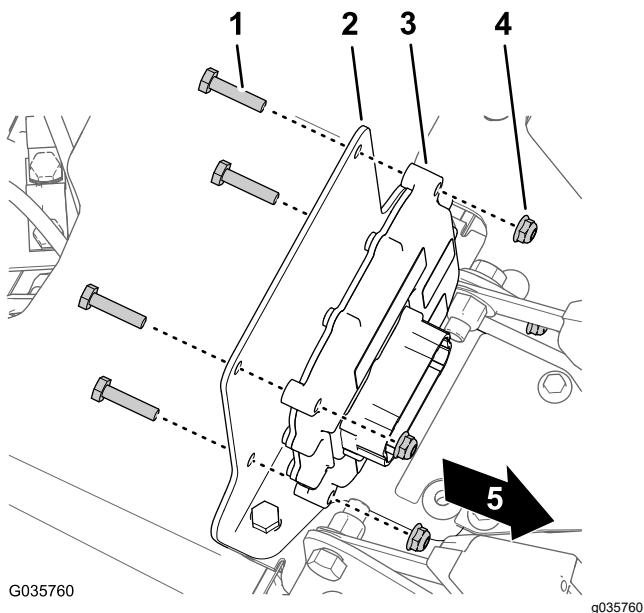

Bild 32
2. **Maschinen bis Baujahr 2015:** Ermitteln Sie die Drückplatte zwischen den inneren Bediener- und Passagiersitzgurthälften und nehmen Sie die Drückplatte vom Unterteil des Bedienfelds ab (**Bild 32**).
3. Befestigen Sie das elektronische Steuergerät mit den vier Schrauben ($\frac{1}{4}$ " x $1\frac{1}{8}$ ") und vier Sicherungsmuttern ($\frac{1}{4}$ ") an der Befestigungshalterung (**Bild 32**).